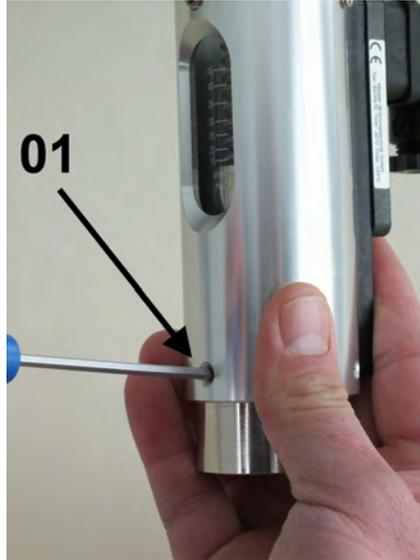

Abb. 46: Verschraubung (Eingang) befestigen
9. ➔ Verschraubung (Eingang) mit 3 Innensechskantschrauben (Abb. 46/01) an der Gerätehülse befestigen, dabei Drehmoment beachten